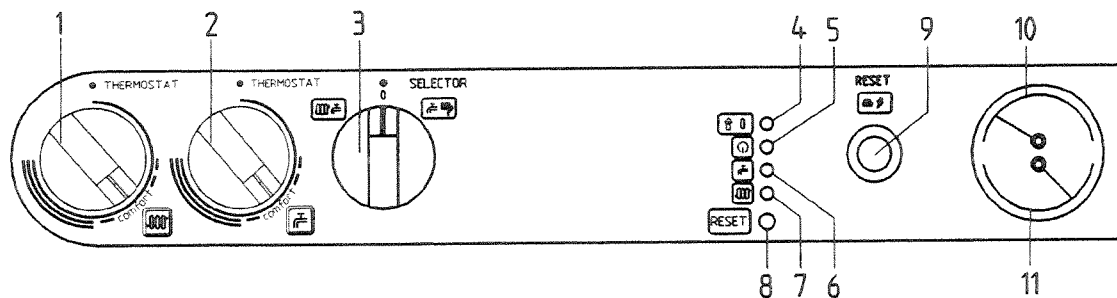
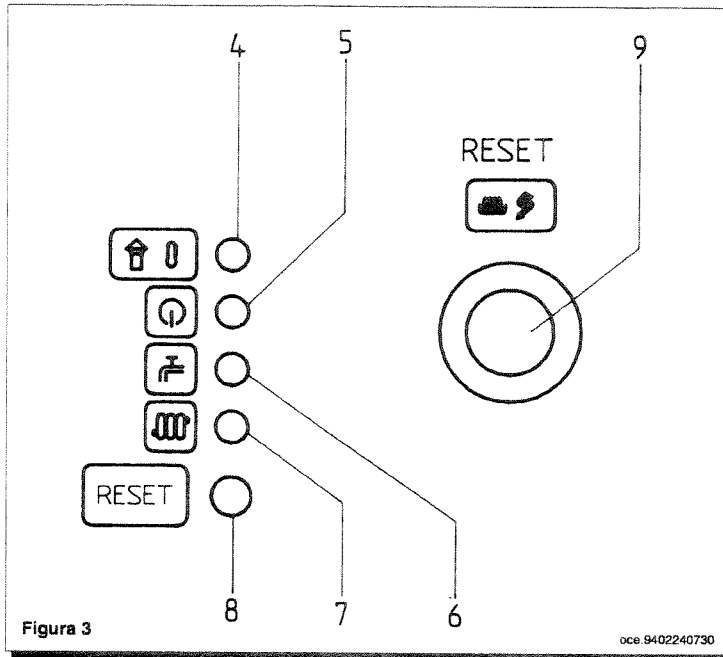

figura 1
Figura 3
Importante: Per abilitare le funzioni del telecontrollo è necessario che il selettore (3) di figura 1 sia posizionato in ESTATE (000). In tale caso le spie di funzionamento caldaia (6 e 7 figura 3) lampeggeranno in caso di richiesta calore rispettivamente in riscaldamento o sanitario. I dispositivi per la regolazione delle temperature (1 e 2 di figura 1) non sono abilitati.
- 4) obrar sobre los botones de los dispositivos de regulación de la temperatura del circuito de calefacción (000) y del agua caliente sanitaria (2) para encender el quemador principal. Para aumentar la temperatura hacer girar el botón en sentido retrógrado y viceversa para disminuirla. En posición Verano (000) el quemador principal resultará encendido y la bomba entrará en función sólo en caso de toma de agua caliente sanitaria.